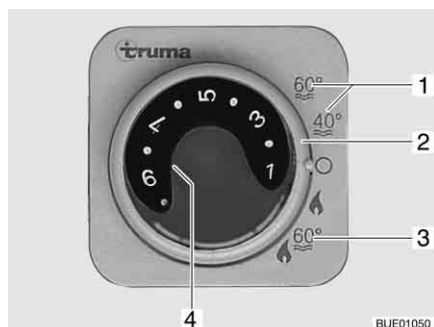

Bild 221 Kontrollenhet för värme/varmvattenberedare
Varmvattenberedaren är integrerad i värmesystemet och drivs med dieselbränsle från bränsletanken. Varmvattenberedaren sätts igång på kontrollenheten (Bild 221) med vridströmställaren (Bild 221,2).
Vid vinter drift "värme och varmvattenberedare" (Bild 221,3) värms även vattnet i varmvattenberedaren upp när värmesystemet sätts på. Om värmen stängs av för att den önskade rumstemperaturen är uppnådd fortsätter uppvärmningen i varmvattenberedaren tills vattentemperaturen uppnåtts.
Vid sommar drift (Bild 221,1) värms endast vattnet i varmvattenberedaren upp till 40 °C eller 60 °C. Vattnet värms upp till 60 °C på ca 25 minuter. Under varmvattenberedarens uppvärmningsfas lyser den gula kontrollampan (Bild 221,4).
Spänningsförsörjningen till apparaten kan inte avbrytas med 12 V-huvudbrytaren. Vid störning lyser den röda kontrollampan (Bild 221,4) på kontrollenheten (se kapitel 14).
Slå på: ■ Ställ vridströmställaren (Bild 221,2) på kontrollenheten (Bild 221) på "sommardrift" (Bild 221,1).
Den gula kontrollampan (Bild 221,4) lyser under uppvärmningsfasen. När den inställda vattentemperaturen är uppnådd är uppvärmningsfasen avslutad och den gula kontrollampan slocknar.
Slå från: ■ Ställ vridströmställaren (Bild 221,2) på kontrollenheten (Bild 221) på "O".
- Ställ vridströmställaren (Bild 221,2) på kontrollenheten (Bild 221) på "O".